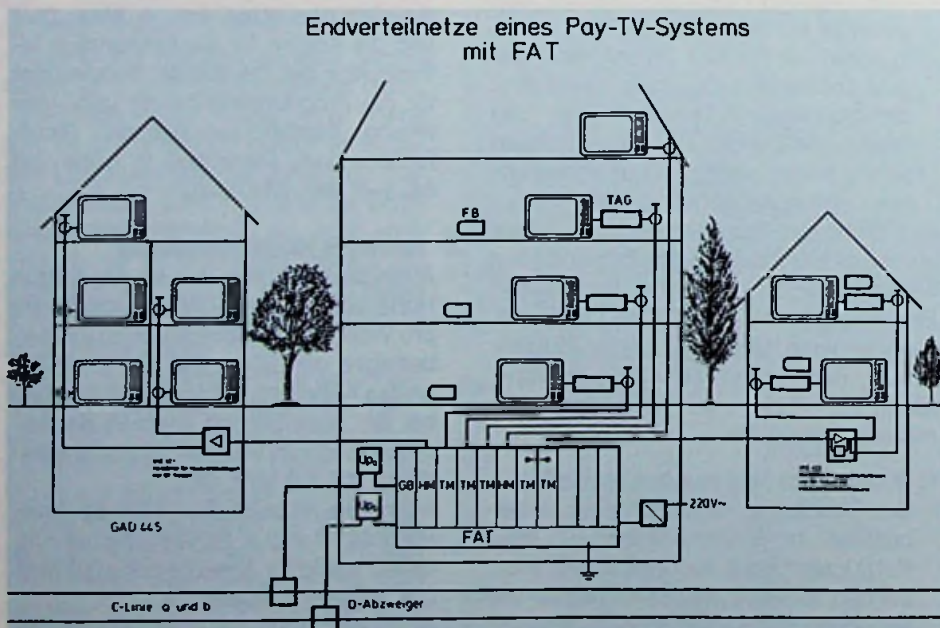

Bild 1: Mit FAT können Wohneinheiten zusätzlich mit abrufbaren Sonderprogrammen versorgt werden
che USB und OSB) in den Standardübertragungskanal 2 oder 4 umgesetzt. Teilnehmer, die Programme aus dem Sonderbereich empfangen wollen, müssen über ein Teilnehmermodul (TM) verfügen. Teilnehmer, die nur kostenfreie Programme empfangen wollen, müssen an ein Hausmodul angeschlossen sein (Bild 1). Ein besonderer Vorzug dieses Systems ist, daß Teilnehmer, die lediglich Standardprogramme empfangen, über ein Endverteiler-Normalnetz versorgt werden können. Bestehende Gemeinschaftsantennen-Anlagen mit Baumnetzstrukturen können demnach in ein Pay-TV-System dieser Art einbezogen werden. Teilnehmer mit Teilnehmermodul werden sternförmig an das FAT angeschlossen (Bild 2). Ein Teilnehmer mit TM kann über sein Bediengerät TAG den ihm durch das TM zugeordneten Konverter steuern. Da TV-Sonderprogramme immer im BK-Netz in der Sonderbereichs-Frequenzlage übertragen werden und durch Teilnehmerwunsch im FAT/TM ausgewählt im Kanal 2 oder Kanal 4 zur Verfügung stehen, ist es für jeden Teilnehmer möglich, soweit er 2 Bediengeräte TAG besitzt, gleichzeitig 2 Sonderprogramme zu empfangen.